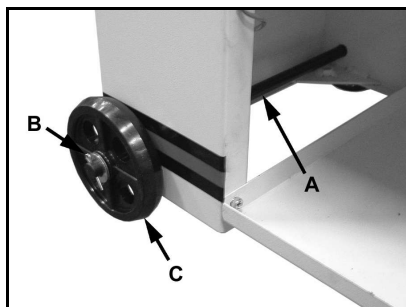

Fig 3
Glisser l'essieu (A, Fig 3) dans le socle et monter une roue (B) de chaque côté avant de le bloquer par des goupilles (C).